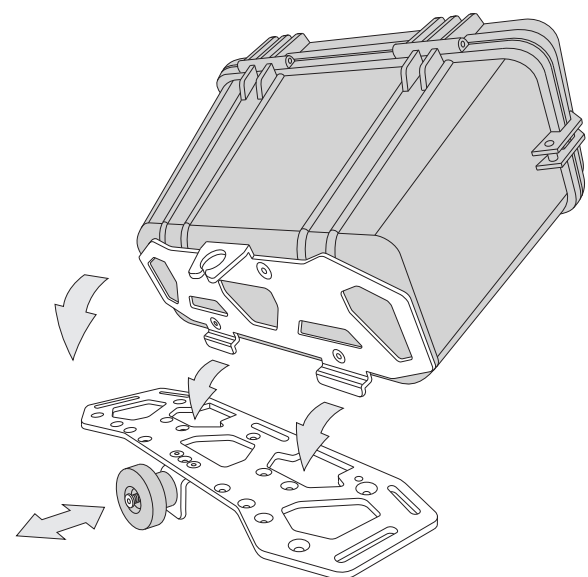

Ilustración 12: Fijación de la caja impermeable al portacarga
4. Fije la caja impermeable al portacarga utilizando el soporte de desmontaje rápido, tal y como se muestra en la **Ilustración 12**.